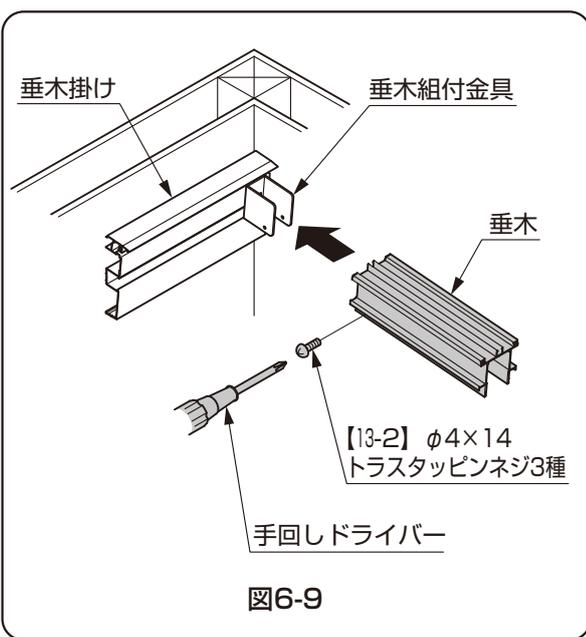

図6-9
①垂木を垂木組付金具に、【13-2】で取付けてください。(図6-9参照)